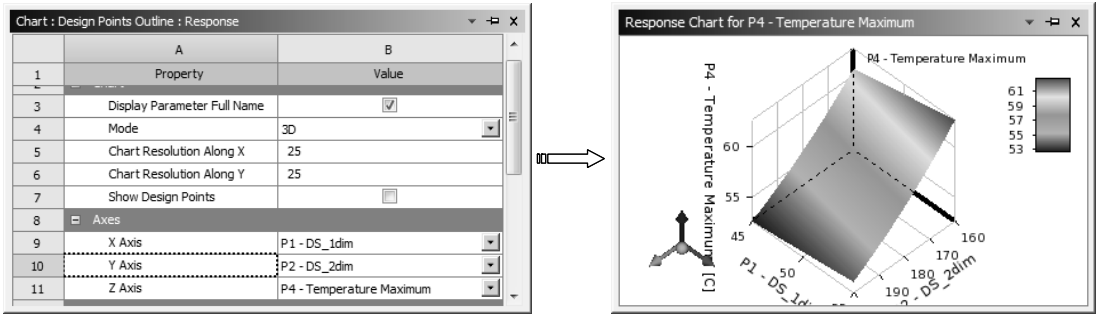

图 12-94 设计参数与变形的 3D 关系
4) 选择【Outline of Schematic C3:Response Surface】窗口中 A17 栏中的【Response】选项，选择【Mode】为 3D，分别设置【X Axis】、【Y Axis】和【Z Axis】，此时设计参数和温度的 3D 关系如图 12-94 所示。